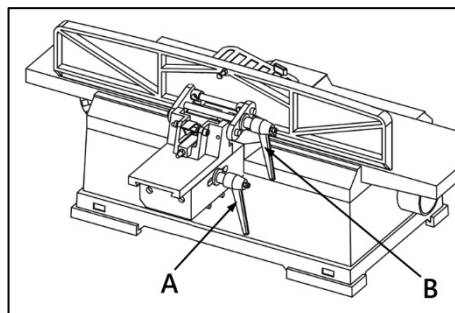
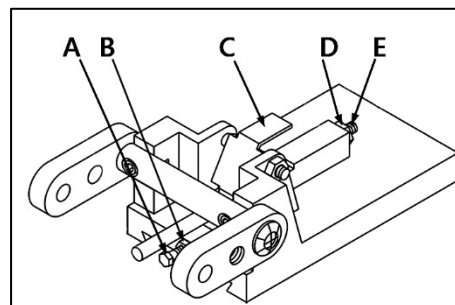

Рисунок 9.
Рисунок 10.
Для перемещения параллельного упора вдоль стола необходимо ослабить рукоятку (А) (рис. 9) и установить необходимое положение параллельного упора. После затяните рукоятку.
Для данной настройки отключите станок от электросети, расположите параллельный упор под углом 90 градусов относительно стола. Затем затяните рукоятку (В) (рис. 9). Для проверки прямого угла, расположите слесарный угольник С на столе и прижмите к параллельному упору.
Для настройки ослабьте рукоятку (В) (рис. 9) и стопорную гайку (D) (рис. 10). Поворачивайте регулировочный винт (Е) до тех пор, пока не будет достигнут нужный угол. Затяните рукоятку и стопорную гайку.
Чтобы выполнить данную настройку, отключите станок от электросети, ослабьте рукоятку В (рис. 9). Наклоните параллельный упор во внешнюю сторону насколько это возможно и затяните рукоятку. Используя слесарный угольник, проверьте, что угол направляющей параллельного упора к столу составляет 135 градусов.
Для настройки, ослабьте рукоятку и ослабьте фиксирующий винт ограничителя (С) (рис. 10). Корректируйте положение ограничителя до тех пор, пока не будет настроен необходимый угол. Затяните рукоятку и фиксирующий винт.
Чтобы выполнить данную настройку, отключите станок от электросети, ослабьте блокирующую рукоятку (В) (рис. 9). Наклоните параллельный упор во внутреннюю сторону насколько это возможно и затяните рукоятку. Используя слесарный угольник, проверьте, что угол направляющей параллельного упора к столу составляет 45 градусов.
Для настройки, ослабьте рукоятку (В) (рис. 9) и стопорную гайку (В) (рис. 10) регулировочного болта (А). Поворачивайте болт до тех пор, пока не будет достигнут нужный угол. Затяните рукоятку и стопорную гайку.